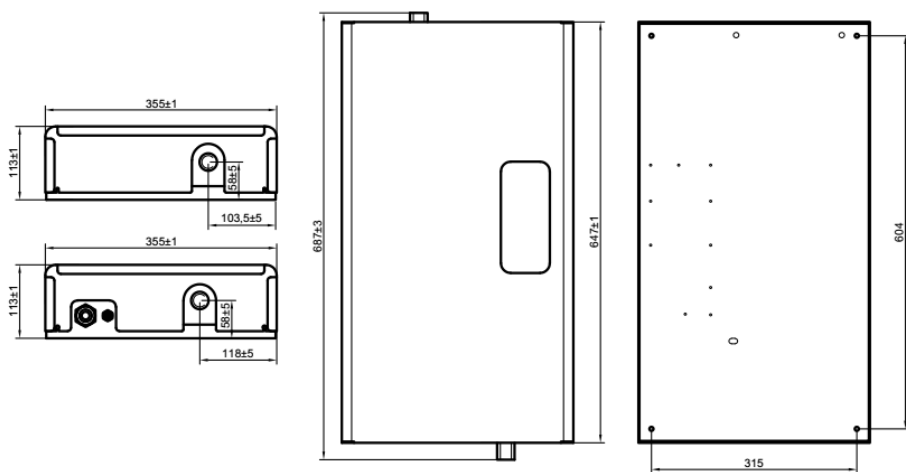

Рисунок 3 - Апарат КЕО-18-30/380 - Б_{мц}
5.1 КЕО є конструкцією, що складається з окремих вузлів, розміщених в сталевому корпусі форми паралелепіпеда (рис.3). Корпус є конструкція, сприймаюча навантаження, яке виникає при експлуатації і транспортуванні.